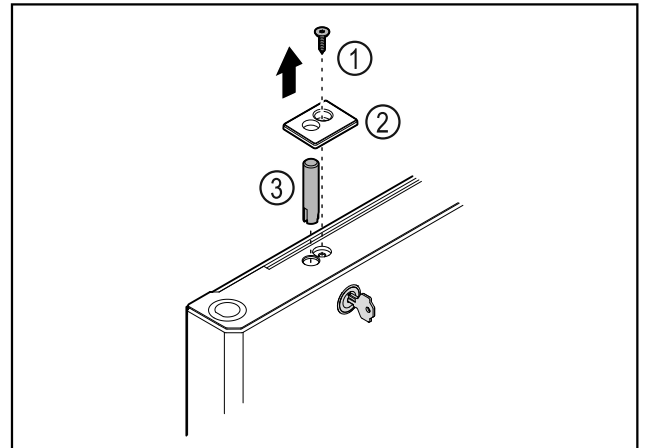

Fig. 38
- ▶ Извлеките винт Fig. 38 (1).
- ▶ С помощью небольшой отвертки освободите крышку Fig. 38 (2) от фиксации и снимите ее.
- ▶ Извлеките запорный палец Fig. 38 (3).